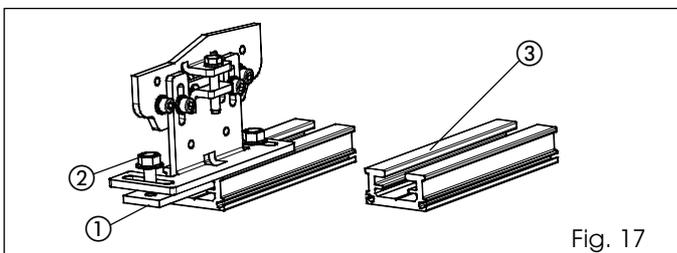

Fig. 17
•Monte el perfil de fijación de la hoja (accesorio fig. 17 ref. ③) en la parte superior de la hoja, utilizando para ello tornillos adecuados.
•Fije la hoja en los respectivos carros utilizando las placas (fig. 17 ref. ①) y los tornillos (fig. 17 ref. ②) en dotación.